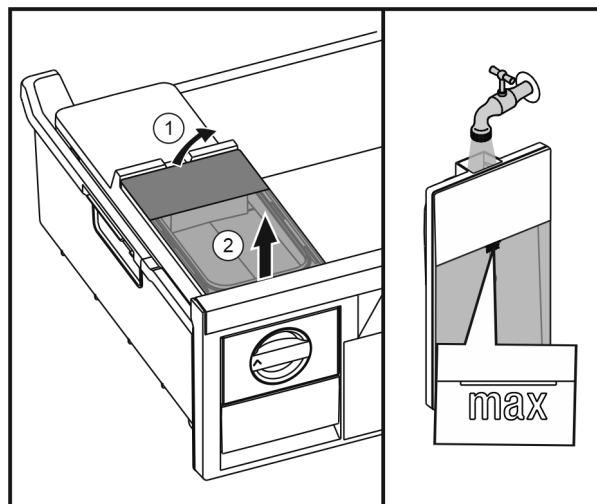

Fig. 37
- ▶ Zvedněte vzadu nádržku na vodu Fig. 37 (1) a poté ji vyjměte směrem nahoru Fig. 37 (2).